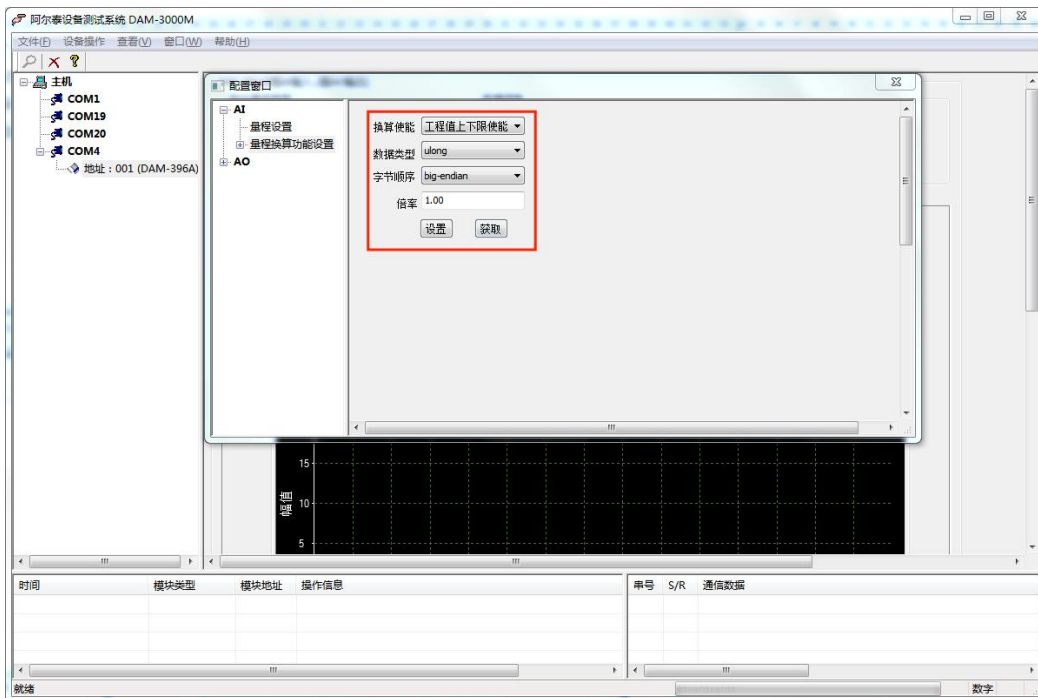
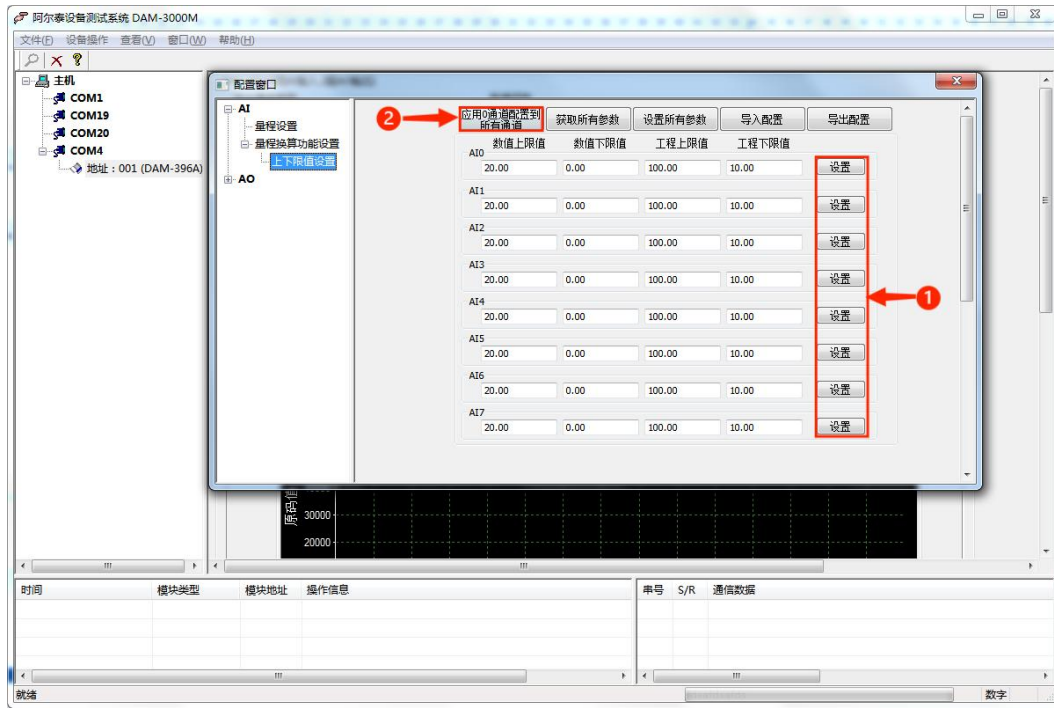
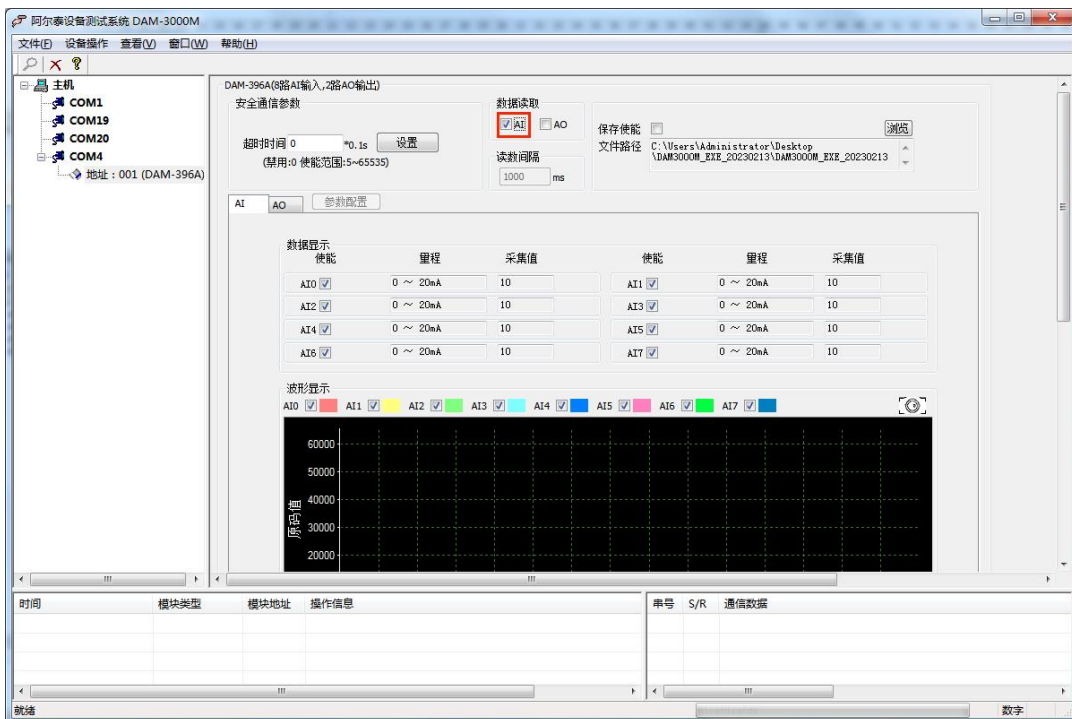

图 20
图 21
图 22
3)点击“量程换算功能设置”，选择“工程值上下限使能”后可对换算参数进行设置，通讯参数如图 20，点击“上下限值设置”后如图 21，在对应通道输入上下限值后点击图 21-①可对当前通道值进行保存，点击图 21-②，可将 0 通道数值应用到所有通道，设置完成后返回主界面点击“AI”即可开始数据采集如图 22。